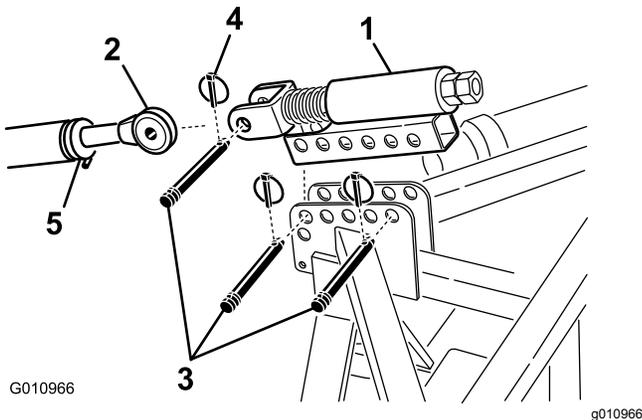

図 9
1. リンクピンとリンチピン 2本ずつをつかって、スプリング付き上リンクをエアレータのブラケットに取り付ける 図 9。
2. トラクタの上リンクのロックナットをゆるめる。上リンクの長さを調節して、上リンクと、エアレータのスプリング付き上リンクのクレビスとを整列させる 図 9。
3. トラクタの上リンクを、スプリング付き上リンクのクレビスに接続し、リンクピンとリンチピンで固定する 図 9。
6. スプリングの長さが 13 mm になるように、上リンクを回転させてスプリングを押し縮める 図 9。